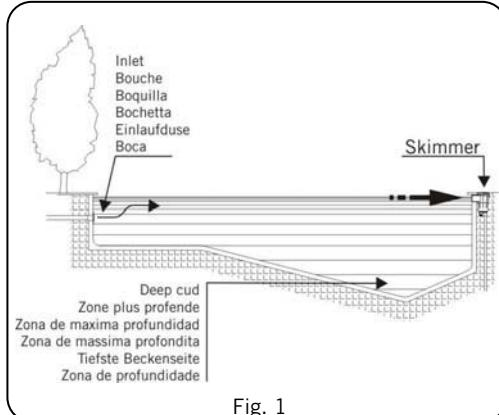
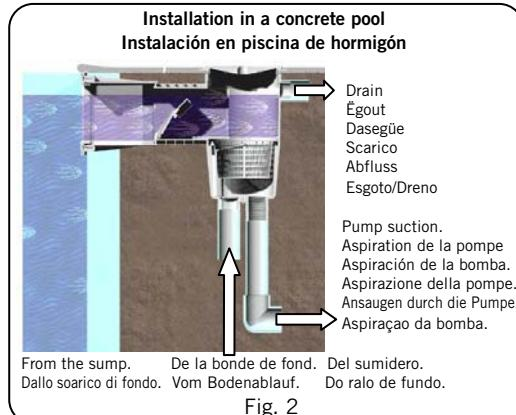

Fig. 1
Fig. 2
Por regla general, en piscinas de 1 a 2 skimmers, éstos se deberán colocar a lo ancho de la piscina y en la parte superior de la zona más profunda. En piscinas de 3 ó más skimmers, éstos se colocarán en uno de los lados largos de la misma. En todos los casos se colocarán en el lado opuesto de la ubicación de las boquillas de impulsión. (Fig. 1). La instalación se debe realizar según indicaciones descritas en las Figs. 2 y 3, dependiendo si es para piscina de hormigón o prefabricada.
- En caso de que el nivel del agua de la piscina sea excesivo, el skimmer posee una toma de agua que puede evacuar el agua sobrante al desagüe (Fig.2).
- En caso que el nivel del agua sea bajo, el skimmer posee una toma de agua que conectada al sumidero evitará una posible toma de aire, aspirando simultáneamente agua de este último. De esta manera el sistema de filtración no se verá afectado en ningún momento (Fig.2).
Come regola generale, nelle piscine da uno a due skimmers, essi si dovranno collocare sul lato corto della massima profondità. Nelle piscine con tre o più skimmers, essi si collocheranno in uno dei lati lunghi della stessa. In tutti i casi si collocheranno nel lato opposto rispetto alle bocchette di impulsione (Fig. 1).
La installazione deve essere realizzata secondo le indicazioni descritte nelle Fig. 2 e 3, a seconda che si tratti di piscina di cemento o prefabbricata.
- Nel caso che il livello dell'acqua della piscina sia eccessivo lo skimmer possiede uno scarico (troppo pieno) che può eliminare l'acqua in eccesso (Fig. 2).
- Nel caso che il livello dell'acqua sia basso, lo skimmer possiede una presa che collegata allo scarico di fondo eviterà una possibile aspirazione d'aria, aspirando simultaneamente acqua da quest'ultimo. In questo modo il sistema di filtrazione non potrà essere danneggiato (Fig. 2).
Im allgemeinen werden bei Schwimmbädern, die mit 1 oder 2 Skimmern ausgerüstet sind, diese oben in der Breitseite des tiefen Teils angebracht; bei Schwimmbädern mit 3 oder mehr Skimmern an einer der beiden Längsseiten. Auf jeden Fall sollten die Skimmer immer auf der gegengesetzten Seite der Einlaufdüsen liegen (Abb. 1).
Die Montage wird den Anweisungen in Abb. 2 und 3 entsprechend durchgeführt, je nachdem, ob es sich um ein Betonschwimmbecken oder ein Fertigschwimmbecken handelt.
- Falls das Wasserniveau im Schwimmbecken zu hoch ist, ist am Skimmer ein Anschluss vorgesehen, für den Ablauf des Wassers zum Abwasserkanal (Abb. 2).
- Für den Fall, dass der Wasserspiegel zu niedrig ist, hat der Skimmer einen Wasseranschluss für den Bodenablauf, welcher gestattet, gleichzeitig von diesem Wasser anzusaugen, wodurch vermieden wird, dass evtl. Luft angesaugt werden kann. Dadurch wird das Filtersystem in keinem Fall gestört (Abb. 2).
Em regra geral, nas piscinas com 1 ou 2 skimmers, estes devem ser colocados no topo da piscina e na parte superior da zona mais profunda. Em piscinas de 3 ou mais skimmers, estes serão colocados num dos lados mais largos da mesma. Em todos os casos são colocados no lado oposto onde estão instalados as bocas de impulsão (Fig. 1).
A instalação deve ser realizada de acordo com as indicações descritas nas Fig. 2 e 3, dependendo de se a piscina é de betão ou pré-fabricada.
- Caso o nível da água seja da piscina seja excessivo, o skimmer possui uma que pode evacuar a água sobrante para o esgoto (Fig. 2).
- Caso o nível de água seja baixo, o skimmer possui uma tomada de água que, ligada ao ralo de fundo evitará uma possível entrada de ar, aspirando simultaneamente a água desde último. Deste modo, em nenhuma circunstância o sistema de filtração será afectado (Fig. 2).